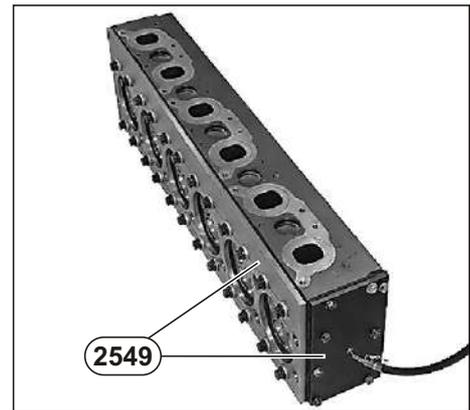

Рис. 57. Проверка головки блока цилиндров на герметичность.
2. Проконтролировать герметичность головки блока цилиндров перед установкой. Присоединить приспособление **2549** с давлением воздуха в 6 бар, погрузить головку в горячую воду (80° С) и убедиться в отсутствии пузырьков (см. Рис. 57).